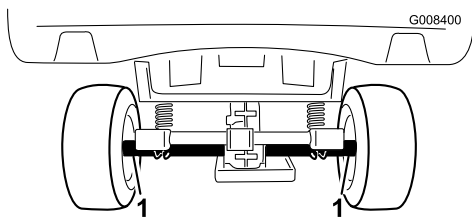
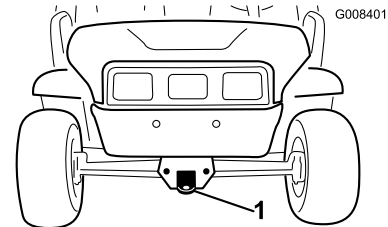

Bild 18
Bild 19
Benutzen Sie einen Anhänger, um das Fahrzeug über längere Strecken zu transportieren. Stellen Sie sicher, dass das Fahrzeug auf dem Anhänger befestigt ist. Beachten Sie für die Position der Vergurtungsstellen die Bilder Bild 18 und Bild 19.
2. Befestigen Sie ein Schleppkabel an der Lasche am vorderen Rahmen (Bild 19).